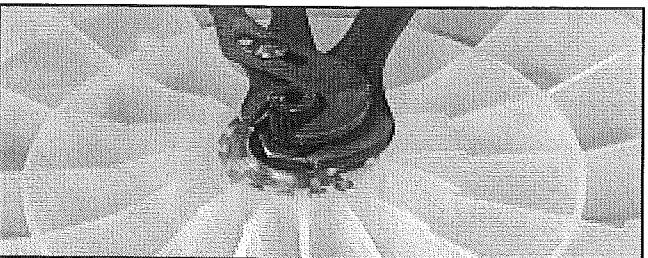

FIGURE 6
10. Dévisser l'écrou de l'arbre. Voir Figure 6.